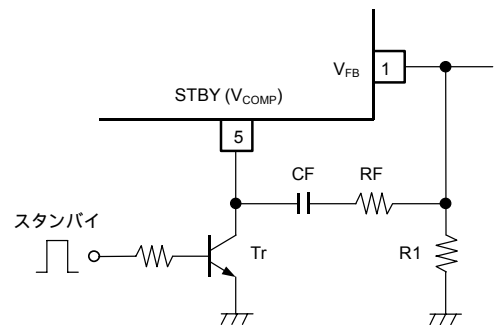

図1 スタンバイ回路
**NJM2367** のエラーアンプ出力端子を  $0.1V$  以下にすれば、スタンバイモードになります。(図1参照)